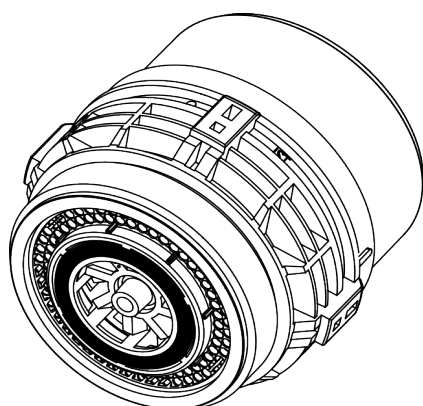

Abbildung 5. Dichtung IST
2. Korrekten Sitz des O-Rings auf der Unterseite des Zählers prüfen und ggf. korrigieren (Abb. 5).